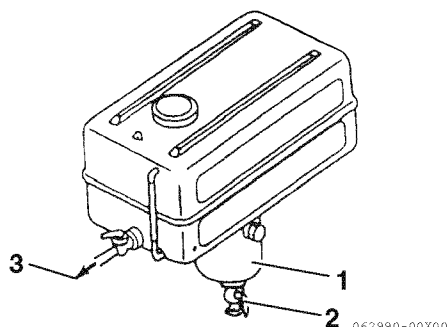

Figura 2
Instale uma torneira de drenagem (**Figura 2, (2)**) no fundo do depósito de combustível para remover água e impurezas do recipiente de sedimentos (**Figura 2, (1)**).